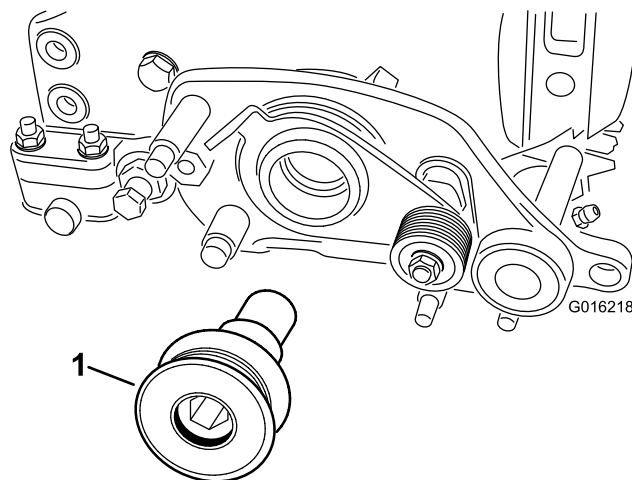

Рисунок 10
25. Прикрепите ведущий шкив механической щетки к валу барабана с правой стороны барабана и затяните его с моментом 170 Н·м (Рисунок 10).